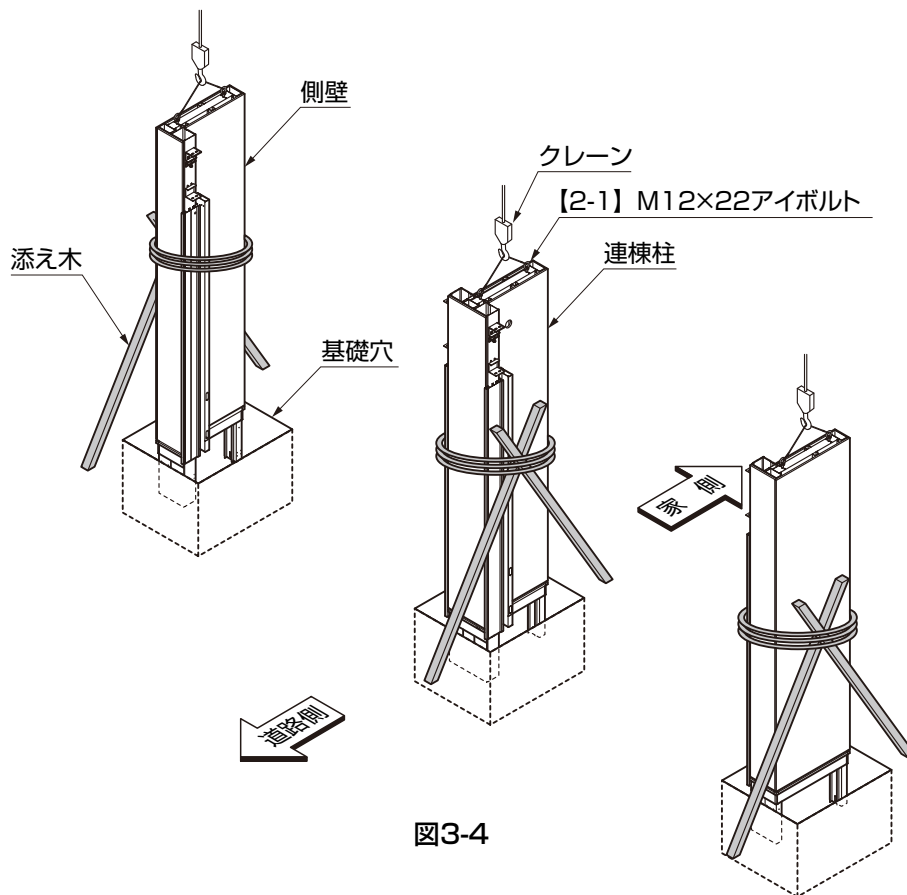

図3-4
- ②基礎穴に左右の側壁、連棟柱を立てて、添え木等で壁ユニットが倒れないように固定してください。(図3-4参照)